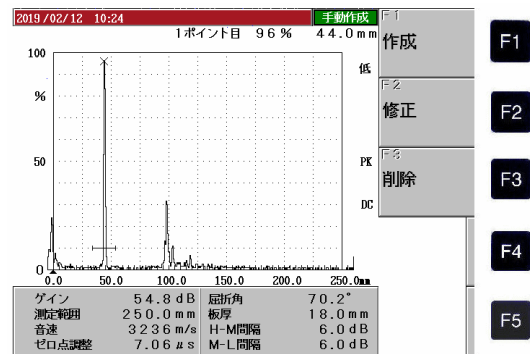
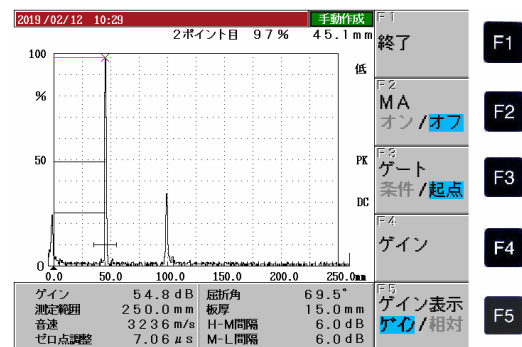

図7 DAC 作成画面
図8 DAC モードの画面
⑥STB-A2 φ4T4 (φ4x4) の 0.5S の最大エコーを検出し、エコー高さを 80%~100%に調整する。
⑦4タ GHI キーを押して DAC モードに入ると、図7のように、作成、修正、削除が表示される。
⑧まず、F1 (作成)キーを押して作成モードに入る。作成モードでは、ゲートが表示される。上下左右の方向キーを使用して左右に移動させることができる。
⑨上下左右の方向キーを使用して 0.5S エコーにゲートを掛けるとエコーピークに×印が表示され、確定 キーを押すと 0.5S までの区分線が描かれる。(図8参照)